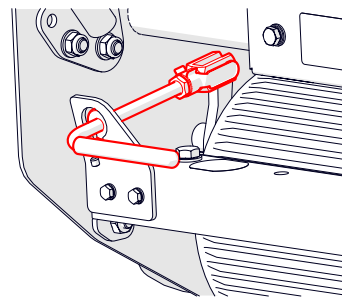

Abb. 14A - Feststellbremse lösen
2. Lösen Sie die Feststellbremse (Abb. 14A).